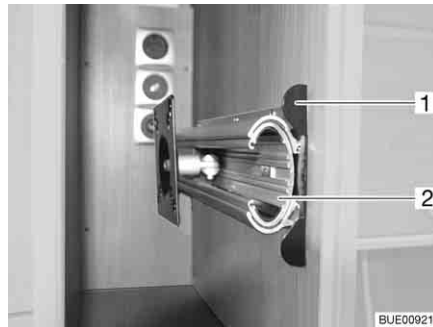

Bild 62 Halterung im TV-Schrank
- Entriegelungsleiste (Bild 62,1) hineindrücken.
- Auszug (Bild 62,2) bis zum Anschlag herausziehen.
- Auszug (Bild 62,2) einschieben, bis die Entriegelungsleiste (Bild 62,1) einrastet.